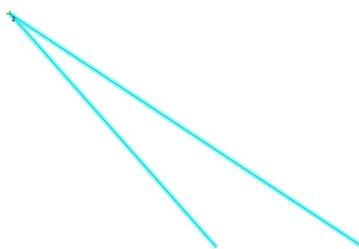

図 5.3.8b 選択された図形
操作方法：①まず、図 5.3.8b に示すように、重なる点がある 2 本の独立した線を選択します。